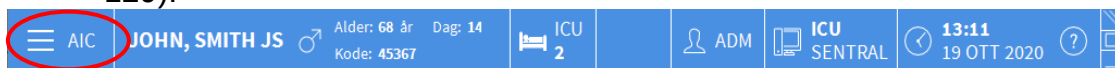

Fig. 129
- Klikk på knappen **MENY** i «Control Baret» til Alaris™ Infusion Central (Fig. 129).